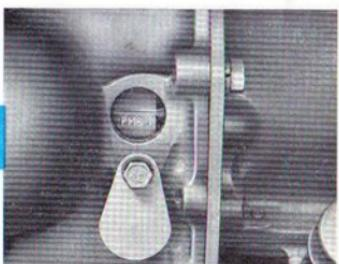

FIG. 33. — Repère sur le volant indiquant le P.M.H. du piston N. 1.
- Faire tourner le moteur à l'aide d'une manivelle jusqu'à amener le repère **PMS 1** en coïncidence avec l'index fixe du carter (fig. 33) et contrôler si les soupapes du **cylindre N° 1** sont fermées. Dans le cas contraire virer encore le moteur d'un tour complet de façon à faire réapparaître le repère en regard de l'index ;